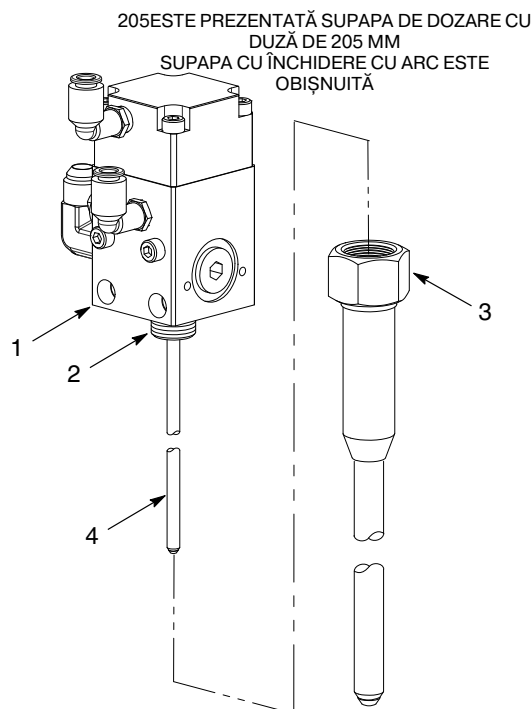

Figura 7 Curățarea unei duze blocate
4. A se vedea Figura 7. Realizați următoarele:
- a. Demontați cu grijă duza (3) de la supapa de dozare (1).
- b. Curățați duza (3) și filetele supapei de dozare (2) cu un solvent compatibil.
- c. Curățați tija pistonului (4) de pe supapele cu închidere cu arc și cu duză de 205 mm folosind un solvent compatibil.